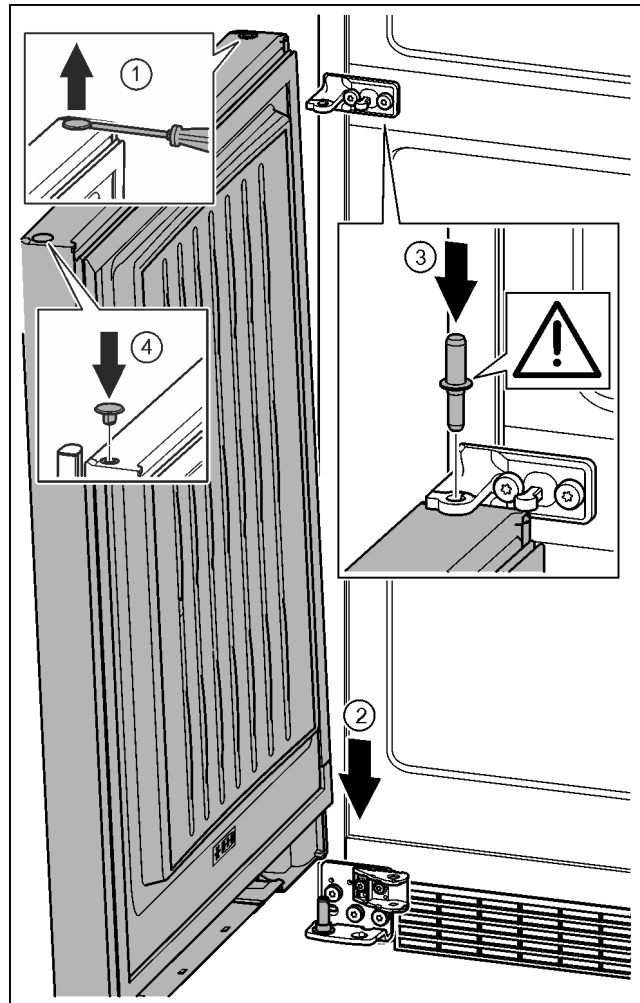

Fig. 39
- ▶ Stop voorzichtig met een sleufschroevendraaier optillen en eruit trekken. Fig. 39 (1)
- ▶ Deur van boven op de onderste lagerbout plaatsen. Fig. 39 (2)
- ▶ Het midden van de lagerbout door het midden van de lagerbus in de onderste deur aanbrengen. Let op dat de vergrendelnok naar achter wijst. Fig. 39 (3)
- ▶ Stop op de andere deurzijde weer aanbrengen. Fig. 39 (4)